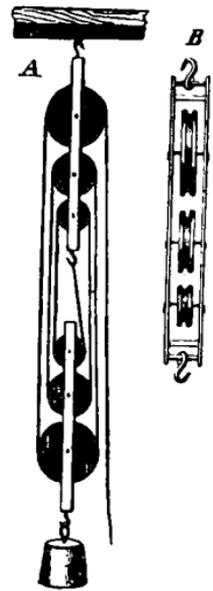

Рис. 170. Полиспастъ.
*Полиспасть*. Если соединить вмѣстѣ нѣсколько подвижныхъ и неподвижныхъ блоковъ, получится *полиспасть* (рис. 170). Съ помощью полиспасть можно поднять кверху малой силой еще болѣе тяжелый грузъ, чѣмъ съ помощью одного подвижнаго блока. Для полиспасть надо заготовить нѣсколько паръ, на примѣръ, три пары блоковъ, то-есть такихъ же деревянныхъ кружковъ съ жолобкомъ. Кружки одной пары должны быть меньше кружковъ другой пары, а тѣ въ свою очередь меньше кружковъ третьей пары. Каждые три кружка различной величины скрѣпляютъ вмѣстѣ общей обоймицей. Для этого вырѣзаютъ двѣ полоски изъ жести, цинка или латуни. Въ полоскахъ пробиваютъ три дырки и продѣваютъ сквозь дырки проволоки съ насаженными на нихъ
блоками, какъ показано на рисункѣ 170, *В*. Продѣвъ проволоки въ отверстія обѡймицы, загибають у проволокъ концы. чтобы онѣ не выскочили изъ обѡймицы. Чтобы обѣ металлическія полосы обѡймицы не сближались между собой и не мѣшали движенію блоковъ, ихъ распирають на обоихъ концахъ двумя деревянными палочками. Сквозь одну обѡймицу, соединяющую три блока, продѣвають на каждомъ ея концѣ еще по проволоцѣ и прикрѣпляютъ къ этимъ проволокамъ по крючку (рис. 170, *В*). Въ другой обѡймицѣ, соединяющей три другіе блока, проволоку съ крючкомъ укрѣпляютъ только на одномъ концѣ обѡймицы, на томъ, гдѣ находится самый большой блокъ.